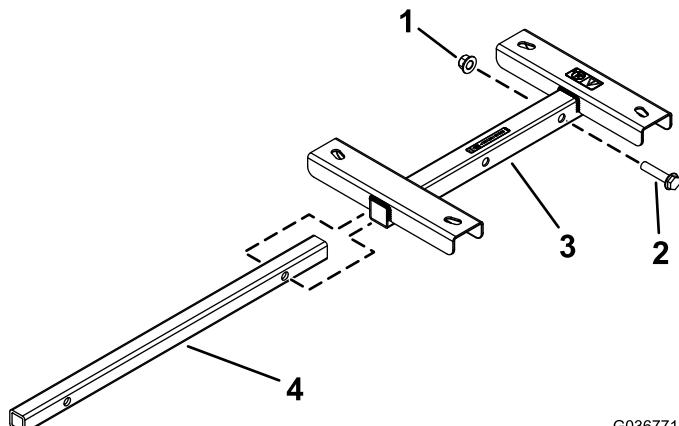

Figura 1
1. Instale el tubo de montaje en el soporte del carrete de manguera hasta que los taladros del tubo queden alineados con los taladros más alejados del soporte del carrete (Figura 1).
2. Sujete el tubo de montaje al soporte del carrete de manguera con el tornillo de cabeza hexagonal (1/2" x 2 1/4") y la contratuerca (1/2"), según se muestra en Figura 1.